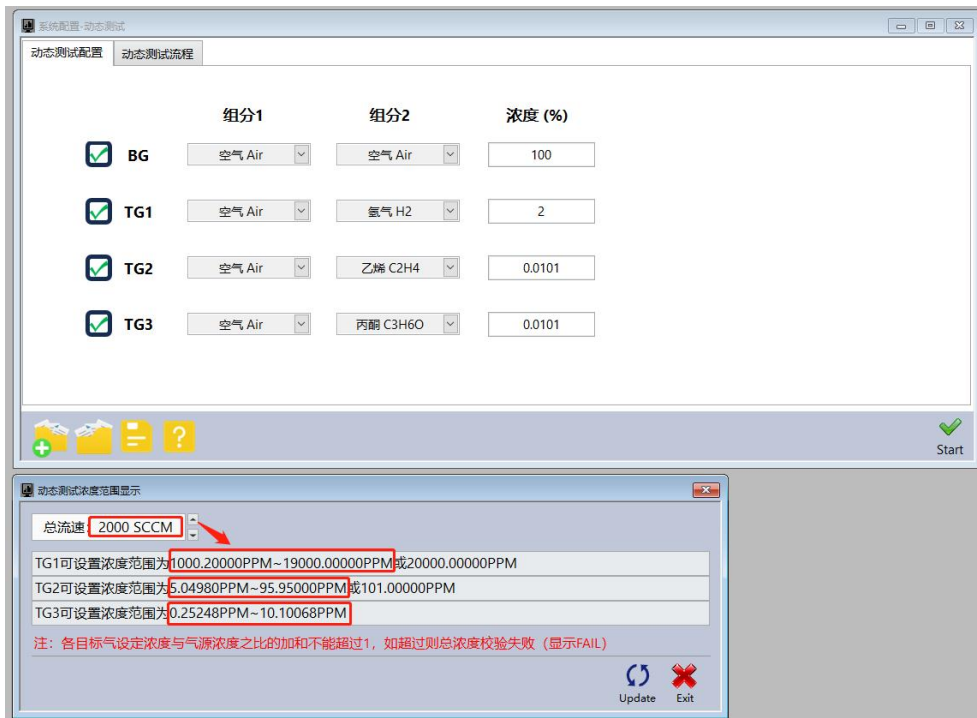

图 13
(2) 手动输入总流速，单击右下角“Update”界面将会显示在图 13 中勾选的目标气的浓度范围，如图 13 所示。